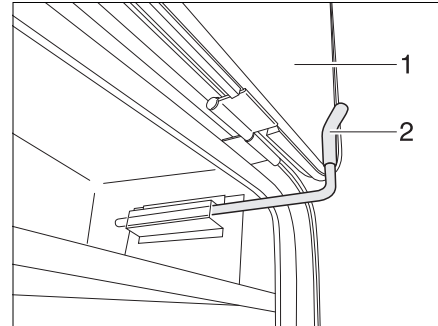

Fig. 47 Crochet de sécurité du portillon extérieur, position de blocage
- Ouvrir le portillon extérieur (Fig. 47,1) et le rabattre vers le haut contre la paroi du véhicule.
- Tourner le crochet de sécurité (Fig. 47,2) vers le haut et coincer le portillon extérieur (Fig. 47,1) derrière celui-ci.
- Tirer le crochet de sécurité (Fig. 47,2) et le tourner vers le bas.